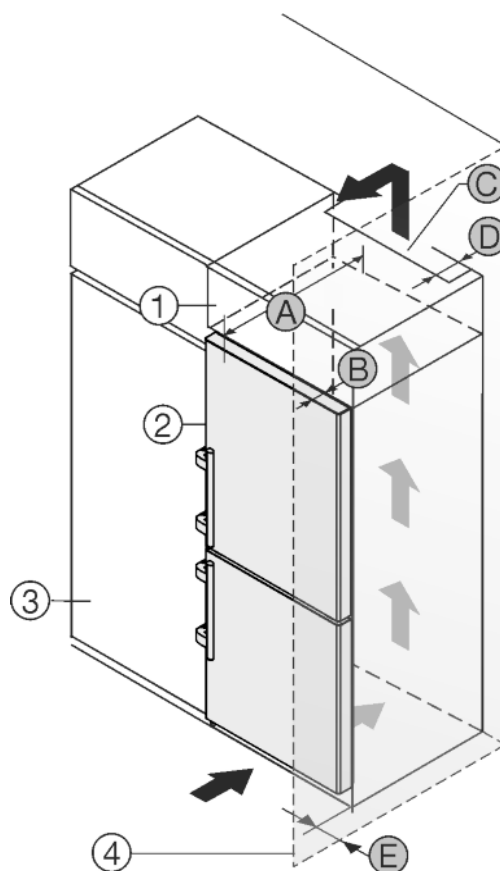

Fig. 46
Устройство может быть окружено кухонными шкафами. Чтобы уравнять устройство *Fig. 46 (2)* по высоте с кухонной стенкой, можно установить над устройством дополнительный шкафчик *Fig. 46 (1)*.
Установить устройство можно непосредственно рядом с кухонным шкафом *Fig. 46 (3)*. Чтобы можно было полностью открыть двери, устройство должно выступать на глубину *Fig. 46 (B)* относительно передней стенки кухонного шкафа. В зависимости от глубины кухонных шкафов и использования пристенных распорок устройство может выступать и больше.
- На задней стенке дополнительного шкафчика должен быть вентиляционный канал с глубиной *Fig. 46 (D)* по всей ширине этого шкафа.
- Нужно соблюдать вентиляционное отверстие *Fig. 46 (C)* под нижней панелью.
Если устройство установлено на шарнирах у стены *Fig. 46 (4)*, то нужно соблюдать расстояние *Fig. 46 (E)* между устройством и стеной. Настолько выступает ручка при открытой дверце.